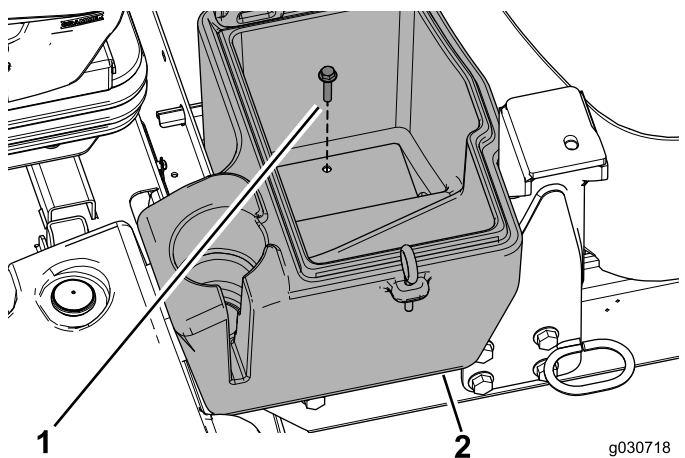

Figura 22
4. Utilice un perno ($\frac{5}{16}$ " x $1\frac{1}{2}$ ") para sujetar el compartimento de almacenamiento a la máquina (Figura 22).